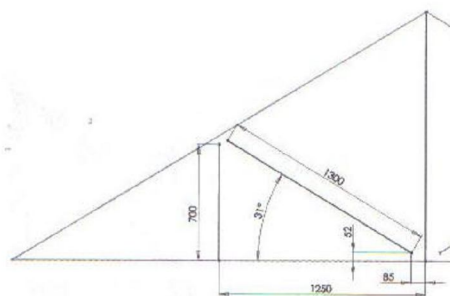

Figura 10.96 - Esboço 2.
2. Criação e dimensionamento de um segundo esboço, como mostra a Figura 10.96.